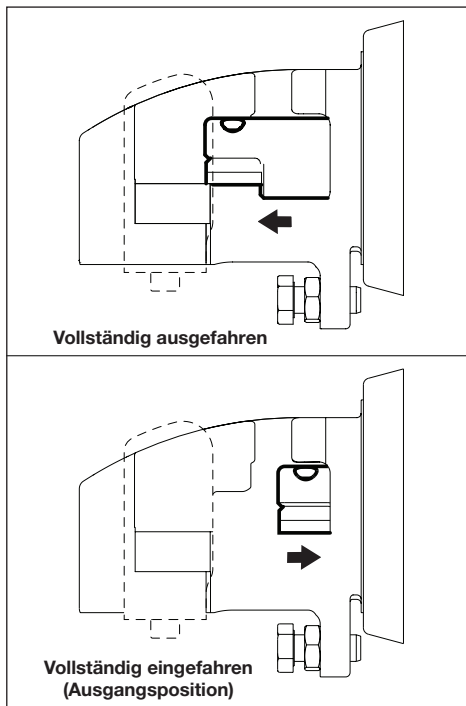

Abbildung 3, Kolbenpositionen (Draufsicht)
2. Stellen Sie sicher, dass sich der Kolben in der „Ausgangsposition“ (vollständig zurückgezogen) befindet. Siehe Abbildung 3.